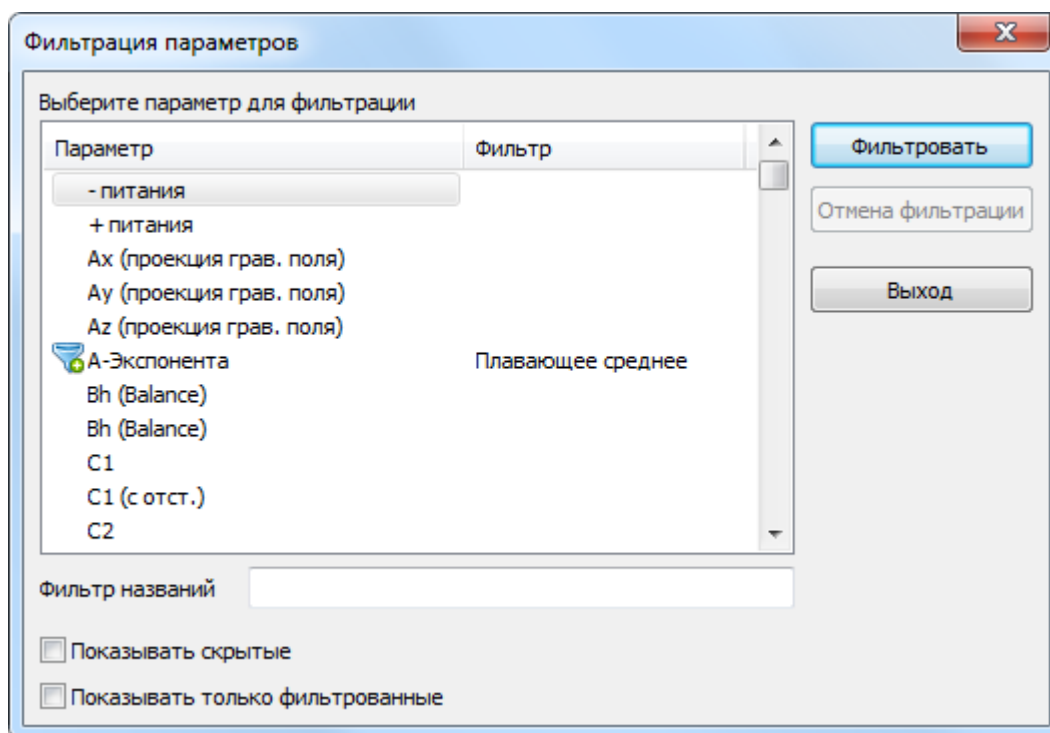

Рисунок 274. Фильтрация параметров
- Выберите параметр в диалоге "Фильтрация параметров" (Рис. 274) и нажмите кнопку **Отмена фильтрации**.